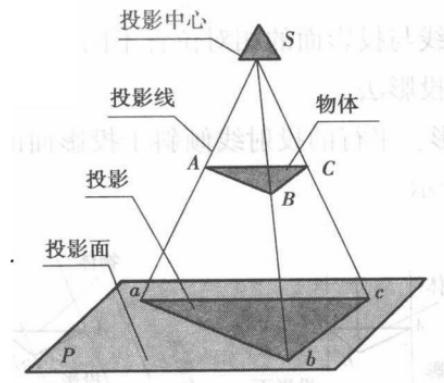

图 1.3 中心投影法
1.3 所示,就是一个中心投影。显然,这种方法的投影,不能反映物体的真实形状大小,在如图 1.3 所示中,投影比物体大。